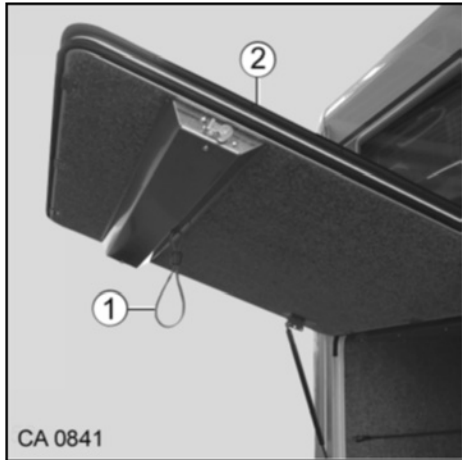

Fig. 70 Portière du garage, passant de fermeture
2. Soulever la serrure avec la main et guider la porte du garage (Fig. 70/2) vers le haut.
1. Tirer la portière du garage (Fig. 70/2) au passant de fermeture (Fig. 70/1) un bout vers le bas.
2. Fermer complètement la portière du garage (Fig. 70/2) en exerçant une pression sur la serrure.